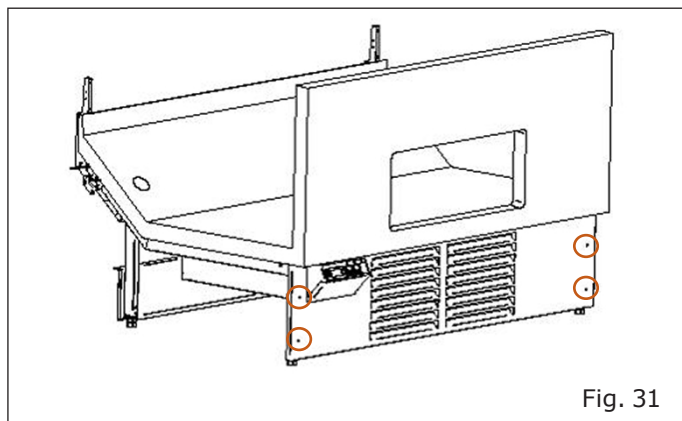

Fig. 31
- Retire el panel protector quitando los tornillos en las ubicaciones marcadas (Fig. 31).